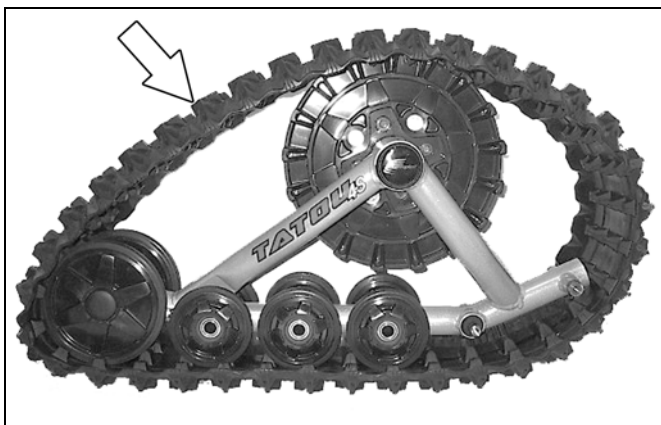

Abbildung 16
- Montieren Sie die Gummikette (siehe Abbildung 16).